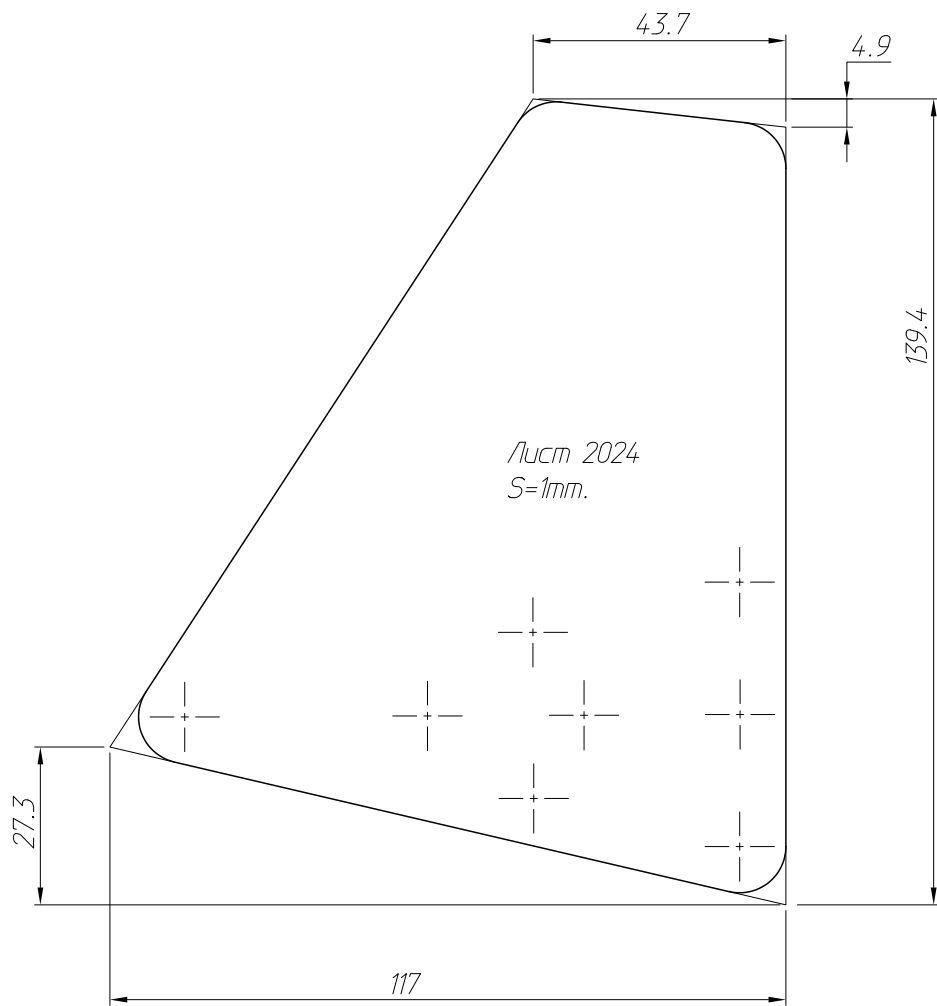

Рис. 12.
- 3.2 Изготовить накладки из листа дюралюминия толщиной 1мм. по шаблону рис.12 , наметить отверстия под заклепки и согнуть накладки по контуру хвостовых балок на левую и правую стороны.